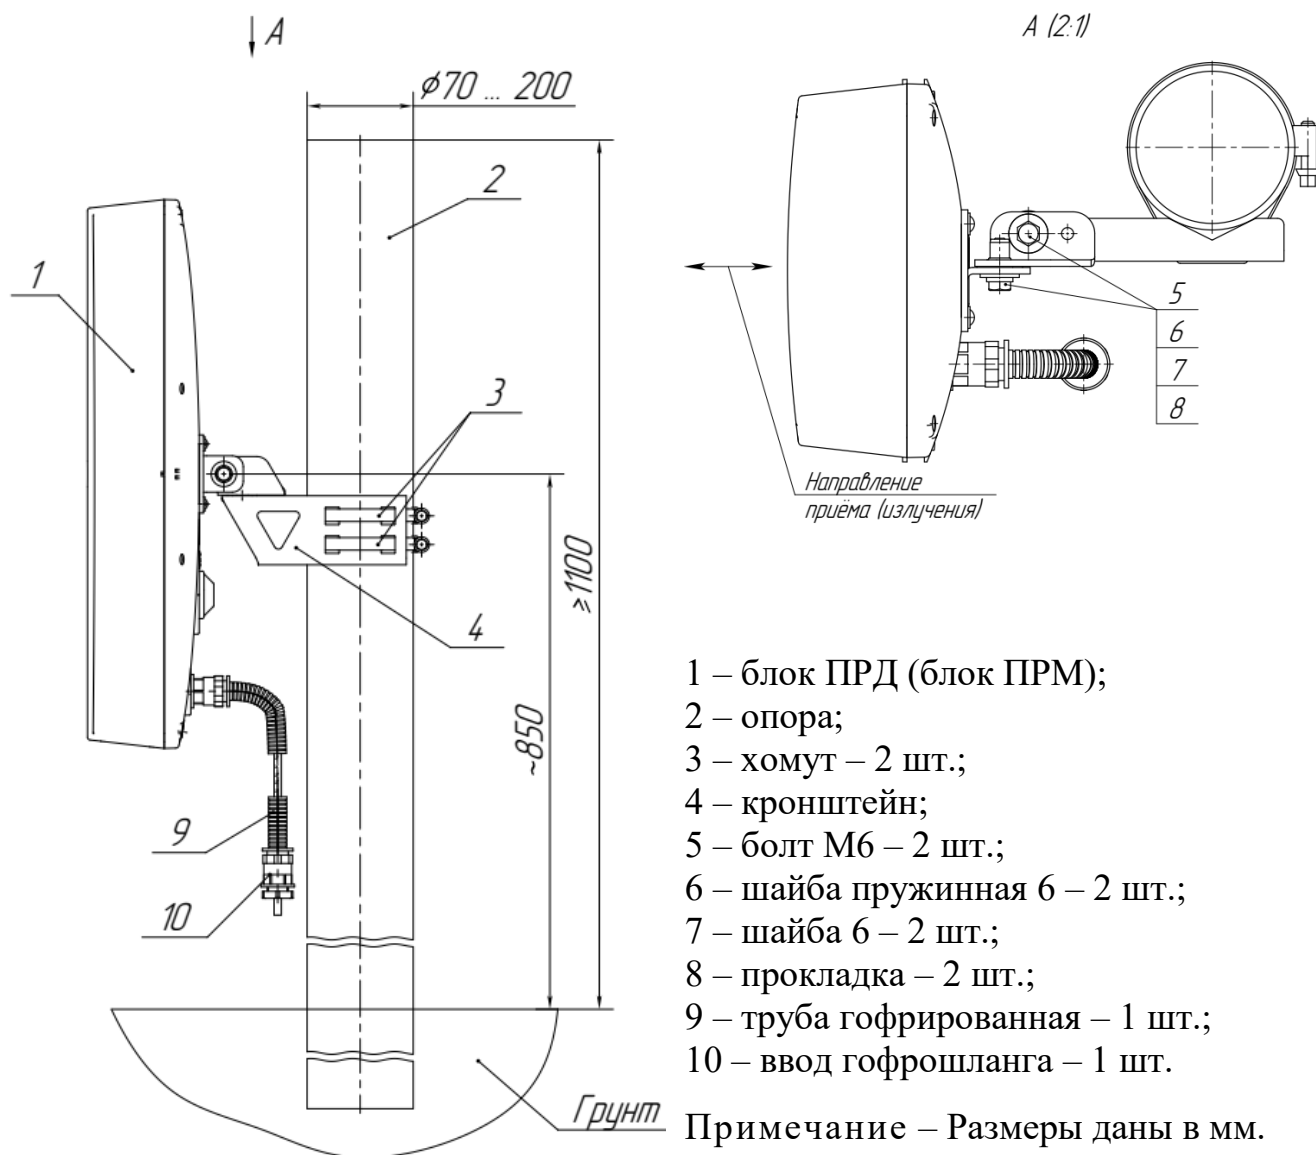

Рисунок 2.5 – Установка блока ПРД (блока ПРМ) извещателей «ФОРТЕЗА-М300», «ФОРТЕЗА-М500» на опоре
2.3.4.3 Установка блока ПРД (блока ПРМ) на кронштейне поз.4 (рисунок 2.5), состоящего из швеллера 2 и уголка 3, показана на рисунке 2.6.
- ослабить болты поз.5 (рисунок 2.5) блока ПРД и блока ПРМ извещателей «ФОРТЕЗА-М300», «ФОРТЕЗА-М500»;
затянуть болты поз.5 извещателей «ФОРТЕЗА-М300», «ФОРТЕЗА-М500» (см. рисунок 2.5).